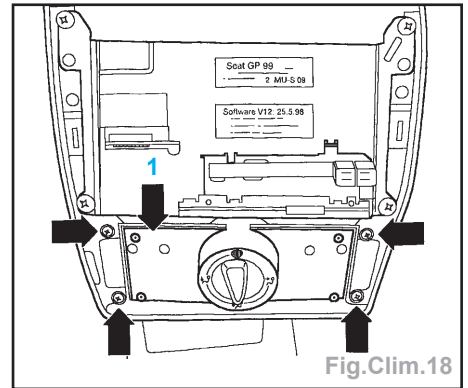

Fig.Clim.18
- Extraire les quatre vis qui servent à fixer l'unité et extraire cette dernière sans la forcer, vers l'avant (Fig.Clim.18).